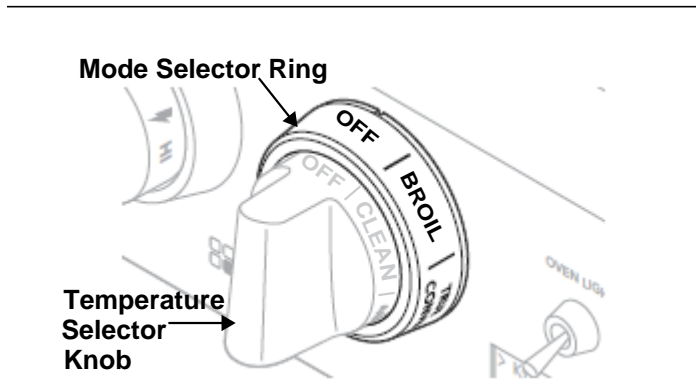

Figura 31: Mode Selector Ring & Temperature Knob
2. Gire la perilla de control de temperatura (vea la figura 31) a la posición deseada.
2. Ajuste el anillo de selección de modo (Figura 31) a Bake (Hornear), Convection Bake (Hornear por convección) o Roast (Asar).